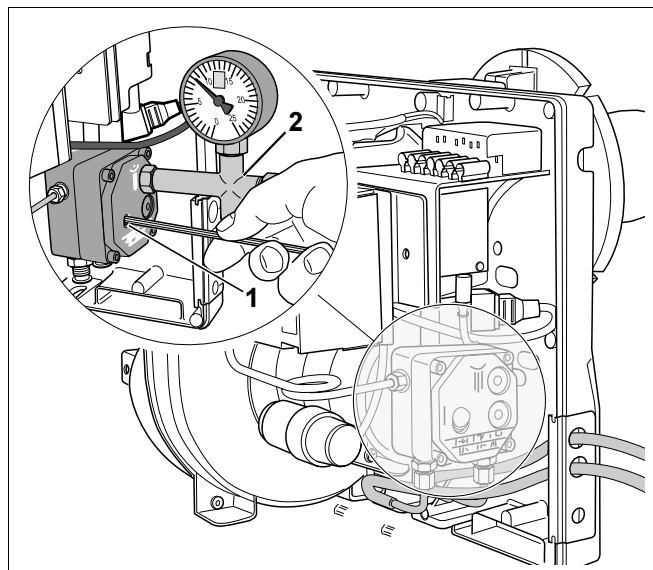

Рис. 12 Регулировка содержания CO_2 (регулировка давления топлива)
При незначительном повороте регулировочного винта (рис. 12, поз. 1) меняется давление топливного насоса, а также содержание CO_2 .
- Ввернуть манометр давления топлива (рис. 12, поз. 2) в соответствующее место подключения на топливном насосе (маркировка "P").